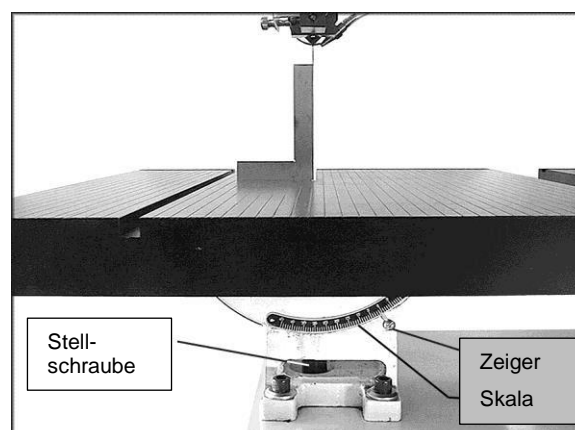

Abb. 11
1. Den Tisch waagerecht stellen, die Skala zeigt 0° an (Abbildung 11).
3. Wenn das Winkelmaß nicht bündig am Sägeblatt anliegt, lösen Sie die Schraube unter dem Tisch (Abbildung 11) mit einem 26 mm Schraubenschlüssel (mitgeliefert).